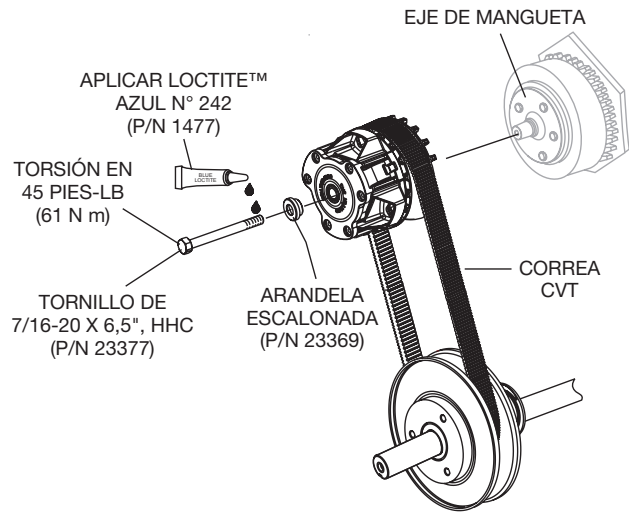

Figura 21. Instalación del embrague
2. Una vez que la correa CVT se ha colocado en las ranuras de la polea superior, monte el embrague Hilliard en el eje de mangueta usando el tornillo de retención para embrague de 7/16-20 x 6,5" (P/N 23377) y la arandela escalonada de 7/16". Consulte la Figura 21.